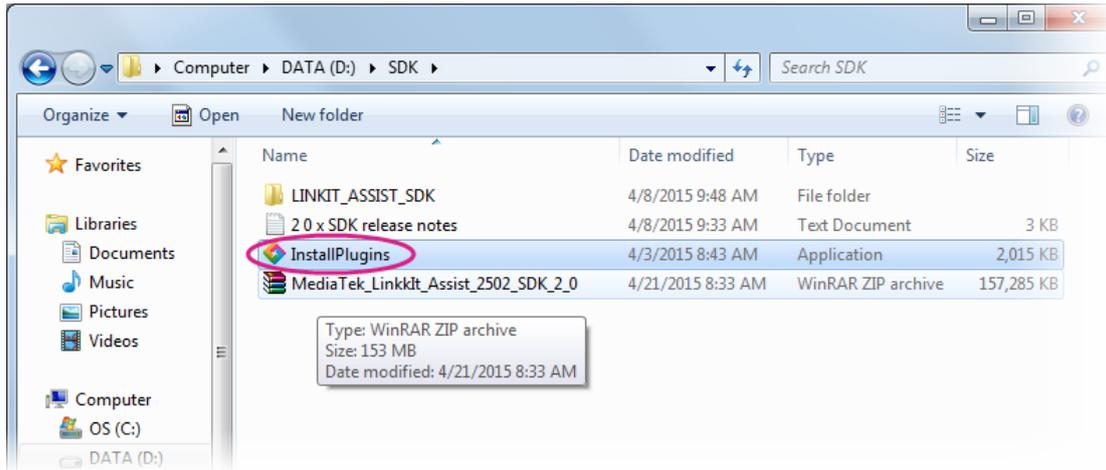

图 6 LinkIt Assist 2502 SDK 2.0 设定应用
- 4) 电击执行 LinkIt Assist 2502 SDK 2.0 InstallPlugins 安装程序，如图 6。